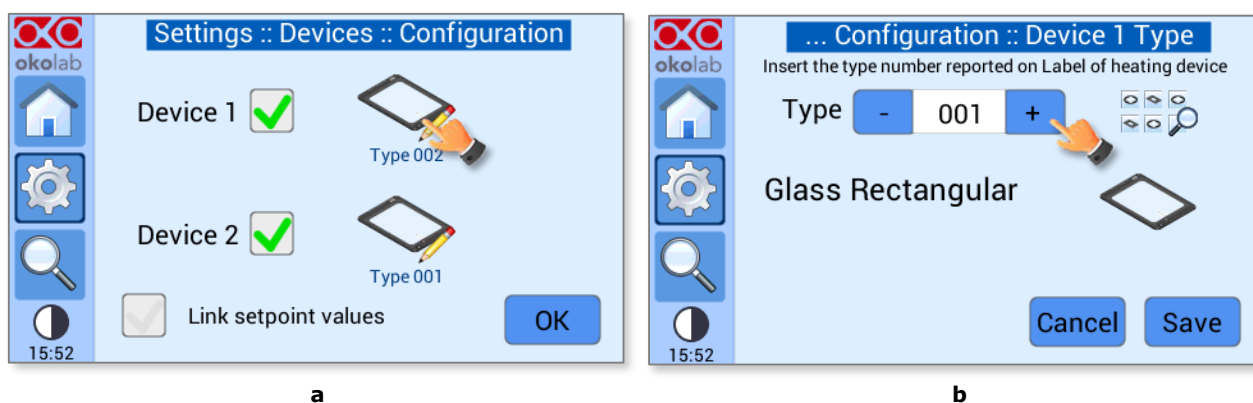
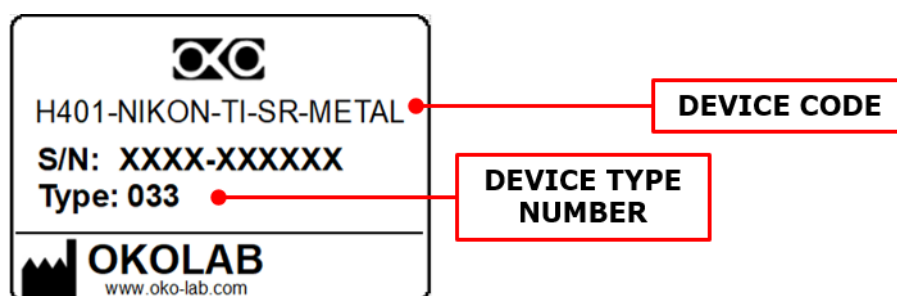

Figure 18. Menu de configuration du type de dispositif (a – b).
Figure 19. Étiquette du dispositif chauffant.
- 2 Appuyez sur l'icône *Device* (Dispositif) pour choisir le type de dispositif connecté, voir Figure 18 (a). Sélectionnez le numéro du type de dispositif (voir Figure 18 b). Vous pouvez lire le numéro du type de dispositif sur l'étiquette du dispositif chauffant (voir Figure 19).